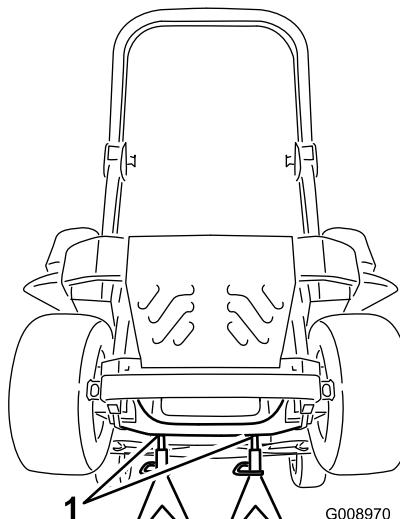

Figure 87
- Soulevez la machine sur des chandelles (Figure 87).
- Retirez les chandelles et abaissez la machine (Figure 87).